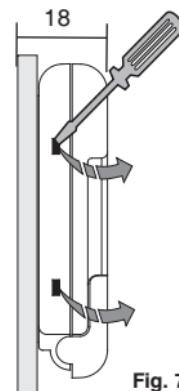

Fig. 7
- Pour enlever le thermostat programmable de la base, utiliser un petit tournevis en faisant levier sur chaque crochet de fixation (fig. 7).